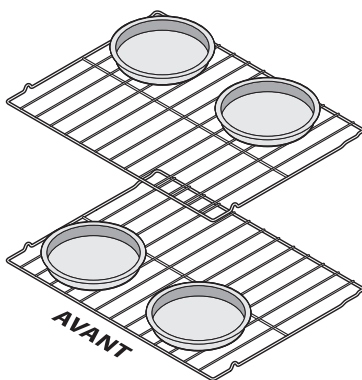

Figure 14 : Positionnement des plats de cuisson sur deux grilles
- Pour la cuisson sur deux grilles, voir à les placer en position Figure 14.